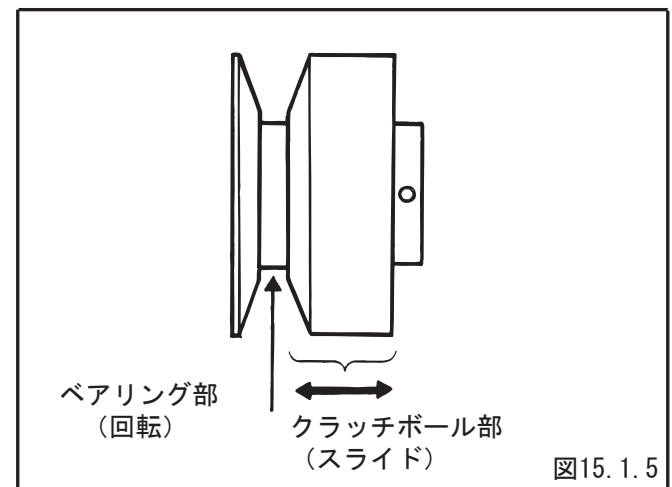

図15.1.5
5. **クラッチおよびVベルトの点検(図15.1.5)**